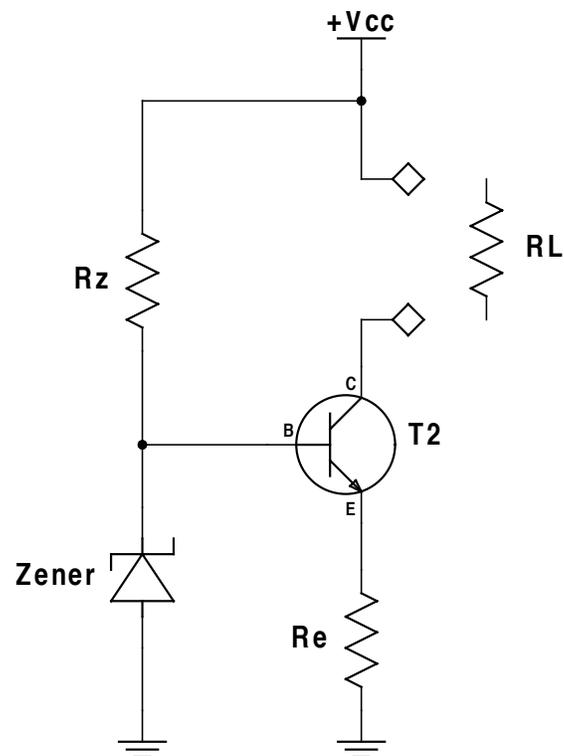

Figura 13: Configuración de fuente de corriente con diodo Zener.
4. Arme el circuito mostrado en la Figura 13